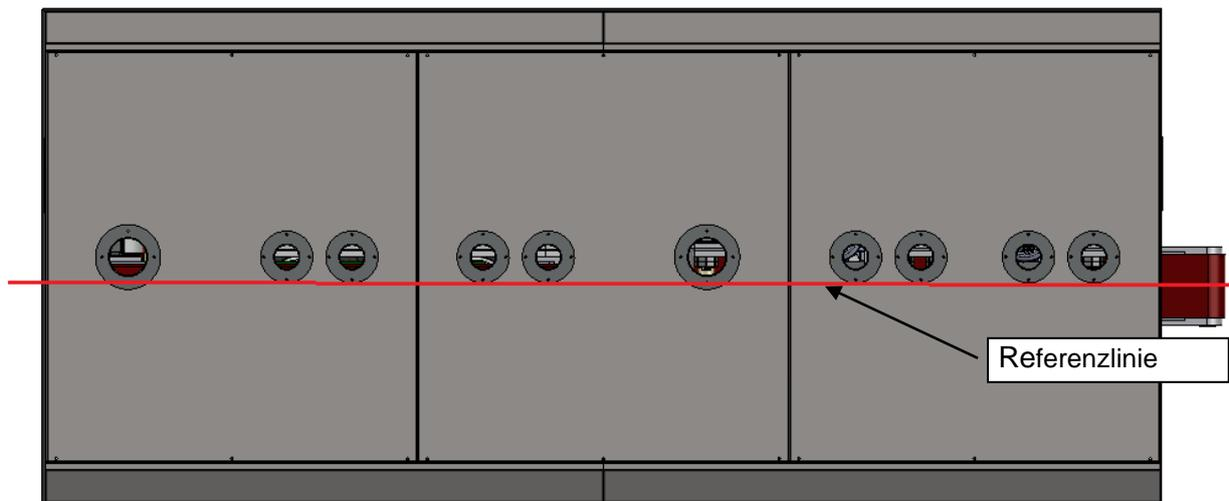

Abb. 4.4.3.1
2. Bringen Sie die Maschine in der endgültigen Position näher an den Boden heran. (Fig.4.4.3.1).